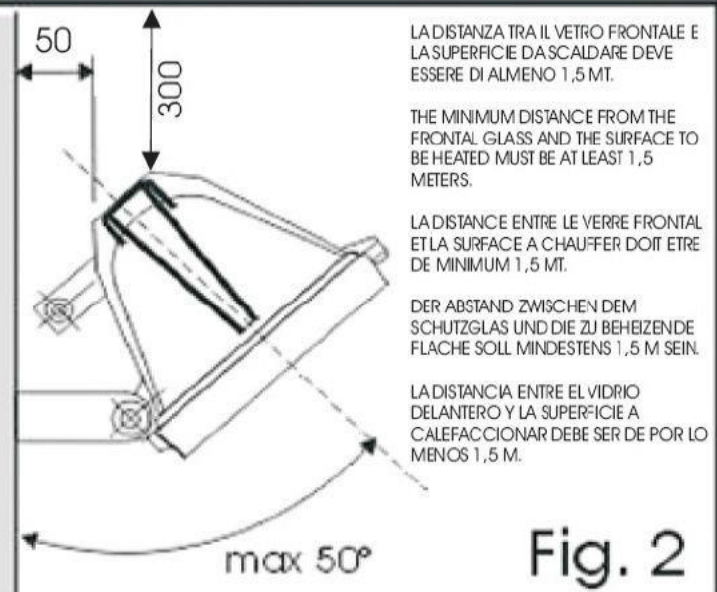

Fig. 2
- **Оборудование должно устанавливаться только на стену (см.рис.2), никогда не устанавливается на потолок.**